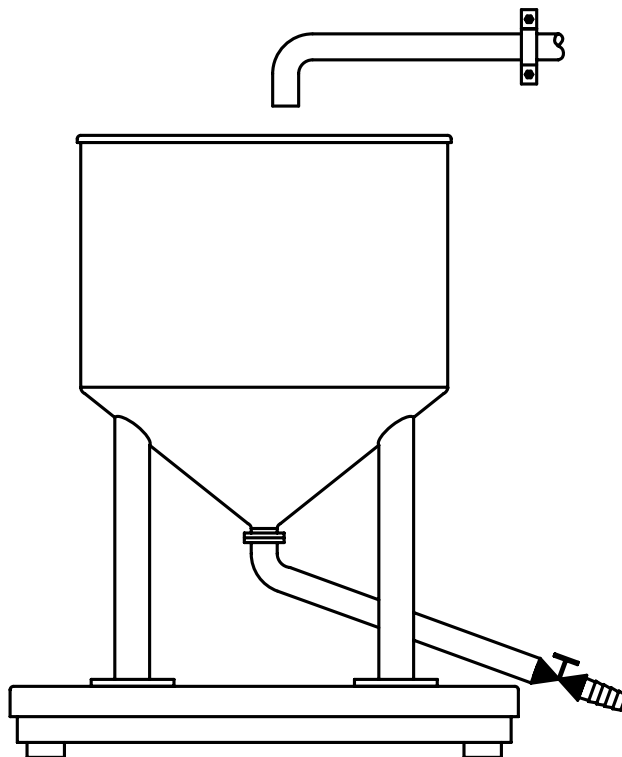

Figura 23: Balança do tanque de referência
3. Transferência de material. Com esse método, o material (como água) é pesado em uma balança de referência separada e transferido para o tanque/recipiente em questão para calibração. Esse método depende da precisão da balança de referência e do cuidado tomado para evitar perdas de material na transferência. Pode ser altamente preciso se a balança de referência for uma balança de precisão METTLER TOLEDO baseada na tecnologia MFR e os efeitos da tubulação forem minimizados, como mostra a Figura 23.